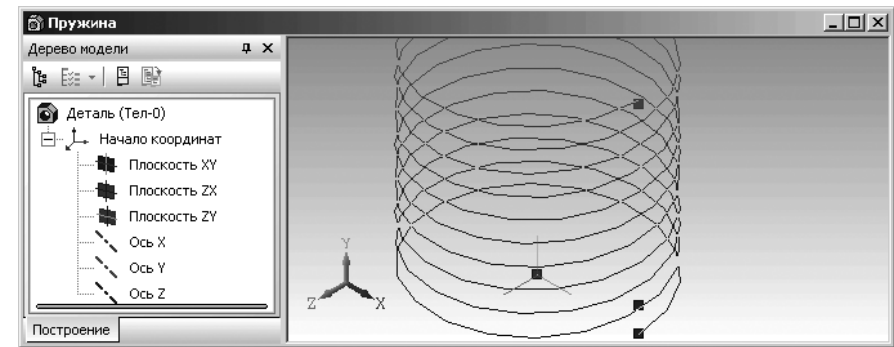

Рис. 2.104. Главное окно системы в режиме создания пространственной кривой – **Спираль цилиндрическая** – направляющего эскиза
- щелкните в всплывающем меню по пункту **Спираль цилиндрическая**. Появится **Панель свойств: Спираль цилиндрическая** и фантом пространственной кривой – **Спираль цилиндрическая** (рис. 2.104);